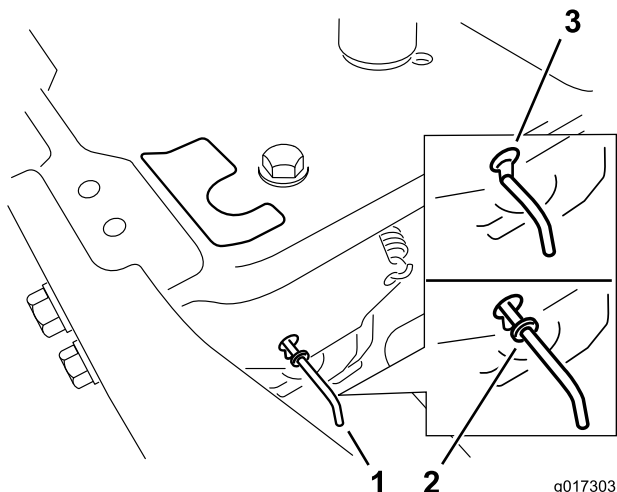

Figure 17
4. Déplacez les leviers de dérivation en avant dans l'encoche en trou de serrure, puis vers le bas pour les verrouiller en position (Figure 17).
Déplacez les leviers de dérivation en arrière dans l'encoche en trou de serrure, puis vers le bas pour les verrouiller en position, comme montré à la Figure 17.